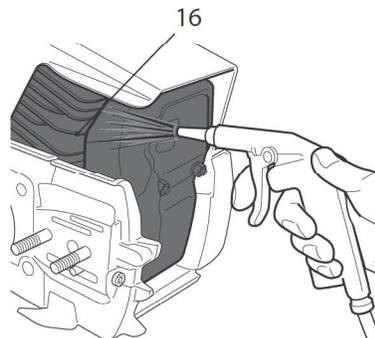

Fig. 56
- > Una obstrucción de polvo entre las aletas del cilindro (16) causará el sobrecalentamiento del motor. Controle y limpie periódicamente las aletas del cilindro (16) con aire a presión. (Fig. 56).